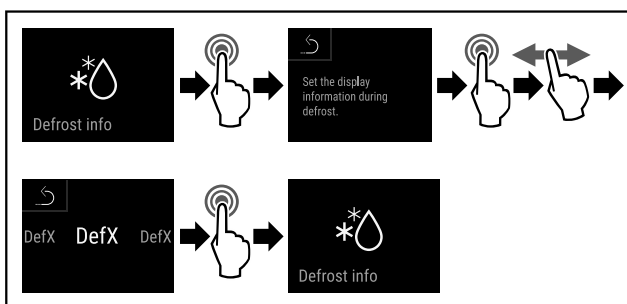

Fig. 135
- Eseguire i passi (vedere Fig. 135).